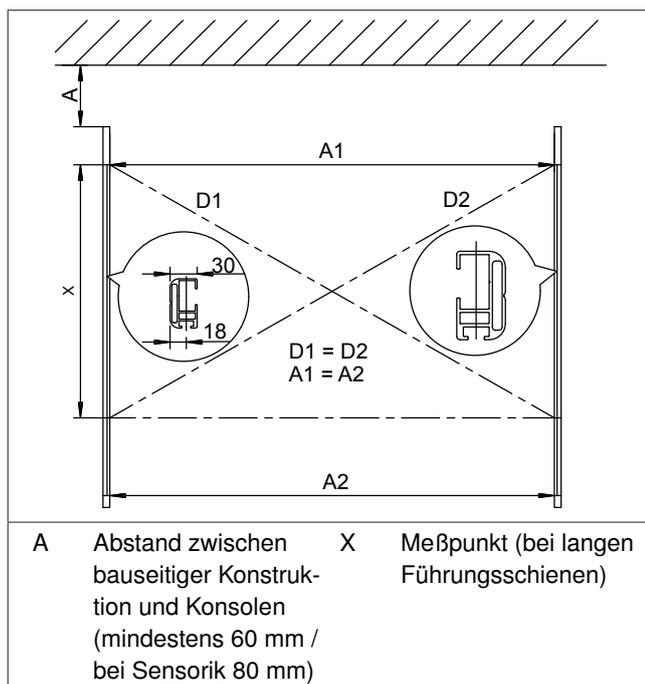

Abb. 6: Führungsschienen ausrichten (alle Angaben in mm)
- A1 und A2 an der Innenkante der Führungsschienen (siehe Abb. 6) messen. Parallelität wenn  $A1 = A2$ !